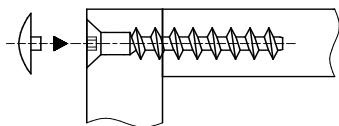

Рис.3
- Закрепить стенки поз.5 к стенке задней поз.4 евровинтами поз. 008 (рис.3) 4.